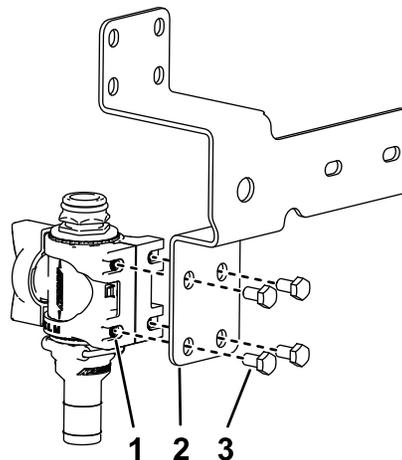

Figura 28
- Monte a base da válvula no suporte da válvula de controlo incluído (Figura 28) com os 4 parafusos de cabeça flangeada (M6 x 12 mm; aperte os parafusos com 10 a 12 N·m.